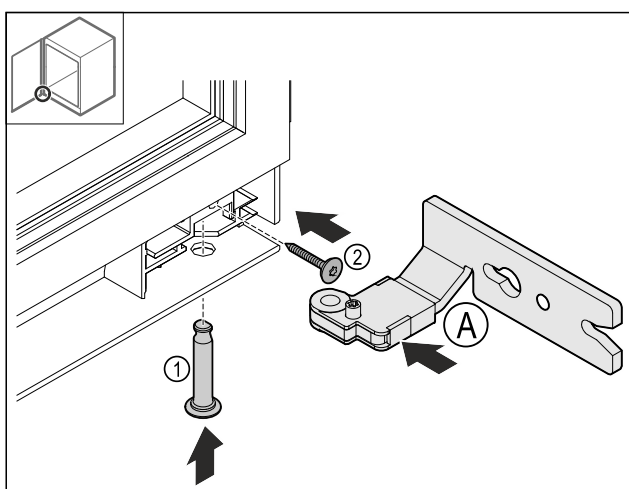

Fig. 29
- Vstavite spodnji Fig. 29 (A) tečaj.
- Vstavite sornik Fig. 29 (1) in ga pridržite.
- Zategnite Fig. 29 (2) vijak.